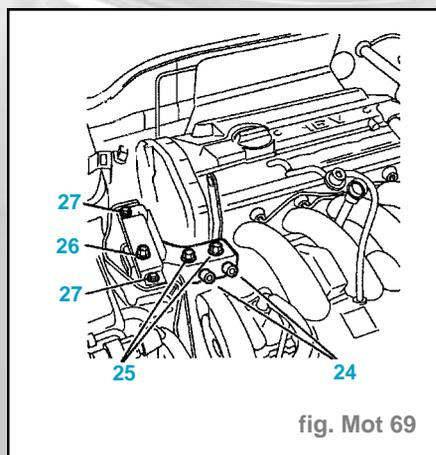

fig. Mot 69
- Serrer (daN.m) (fig. Mot. 69) :
- les vis (24) 6
- les écrous (25) 4,6
- l'écrou (26) 4,5
- les vis (27) 3